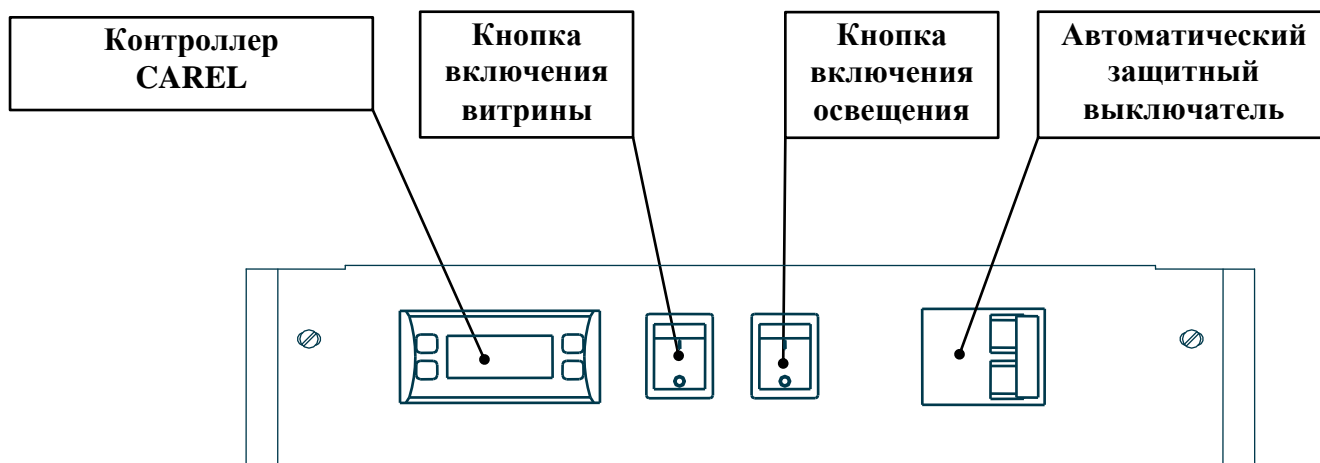

Рис. 2. Блок управления витрины «HEMIGA CUBE»
- Электрическая система включает в себя блок управления, панель вентиляторов испарителя и систему освещения. В блоке управления (см. рис. 2) находятся: выключатели питания и освещения, электронный регулятор (контроллер), защитный автоматический выключатель и элементы силового электрооборудования.